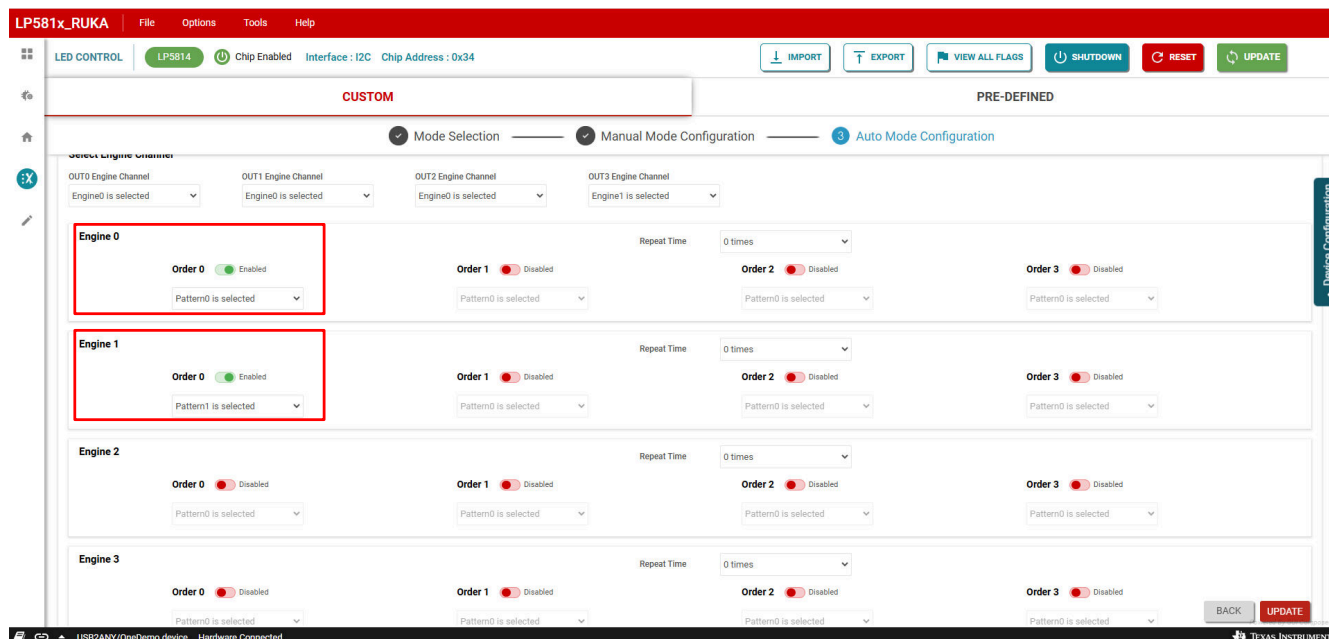

图 3-18. 引擎顺序启用
8. 单击 *Engine 0* 控制面板下的 *Order 0* 旁的切换按钮，以启用引擎 0 顺序 0。从 *Order 0* 下拉菜单中选择 *Pattern0 is selected*，从而为引擎 0 顺序 0 选择模式 0，如图 3-18 所示。
单击 *Engine 1* 控制面板下的 *Order 0* 旁的切换按钮，以启用引擎 1 顺序 0。从 *Order 0* 下拉菜单中选择 *Pattern1 is selected*，从而为引擎 1 顺序 0 选择模式 1，如图 3-18 所示。